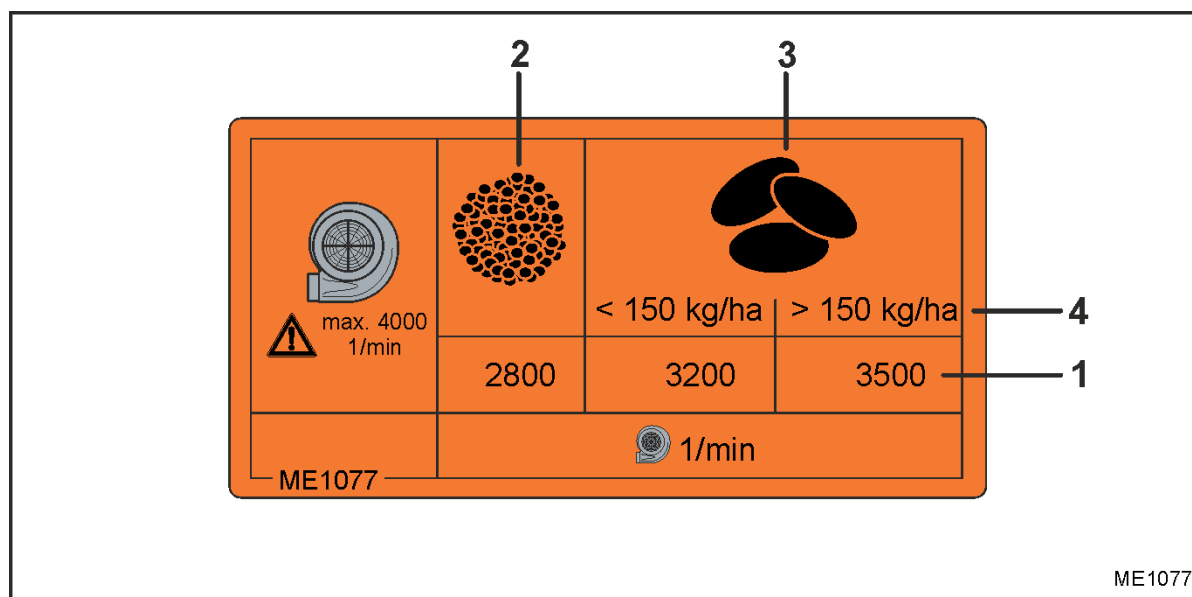

图 45
所需的鼓风机转速 (额定鼓风机转速) 参见表格 (图 45 , 第68页) 。
所需的鼓风机转速 (图 45/1) 与种子相关
- 良种 (图 45/2) ,
- 谷物或豆类 (图 45/3) 和种量 (图 45/4) 。
种子:.....谷物 (图 45/3)
种量:.....130 kg/ha (图 45/4)
所需鼓风机转速 (图 45/1) :3200 r/min